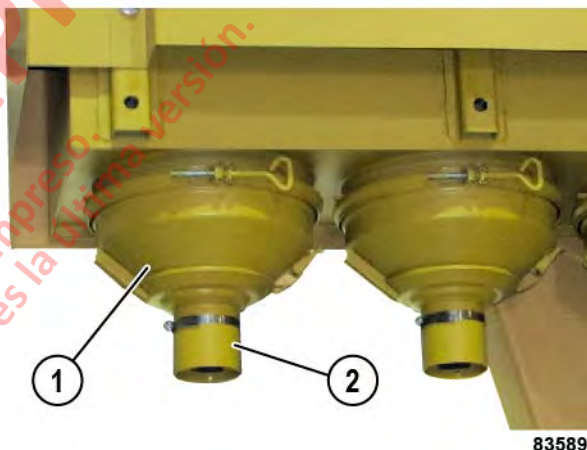

FIGURA 5-2. INSPECCIÓN DE LOS COLECTORES DE POLVO
- Inspeccione y vacíe los colectores de polvo (1, Figura 5-2) diariamente en intervalos regulares. No permita que se acumule mucho polvo en la cámara del tubo (predepurador).